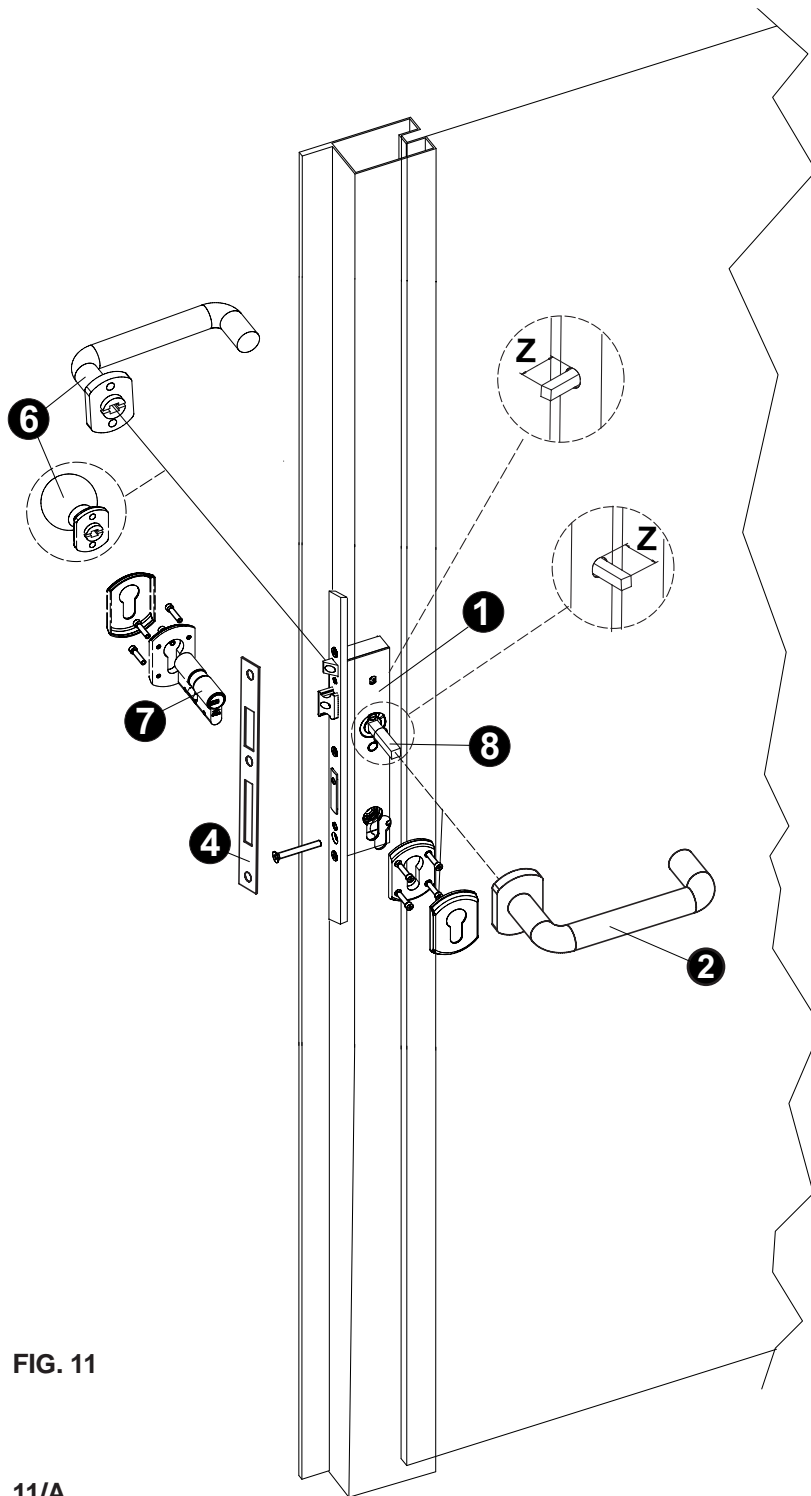

FIG. 11
Advertencia: El SISTEMA, certificado según la directiva 89/106/CE en conformidad con la Norma EN 179:2008 para las salidas de emergencia, debe estar compuesto e instalado con los artículos previstos por CISA (Fig. 11 - tabla 11/A); además, es necesario verificar que hayan sido respetadas las condiciones de regulación del punto 2.
b) Realice la instalación del sistema de cierre según el esquema de la Fig. 11 y fije la cerradura con los tornillos suministrados.
c) Instale el perno eje cuadrado definiendo la parte que sobresale del borde de la puerta (Fig. 11):